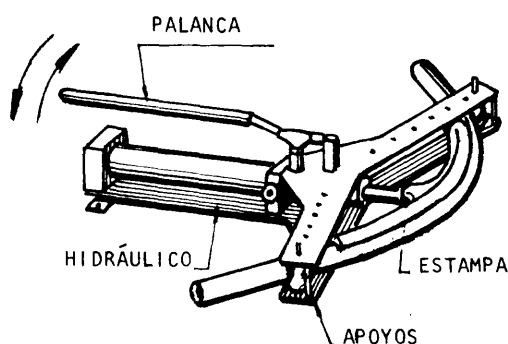

Fig. 3
- b Accione la palanca del hidráulico hasta que el tubo entre en contacto con la estampa y los elementos de apoyo y realice la curva deseada (fig. 3).